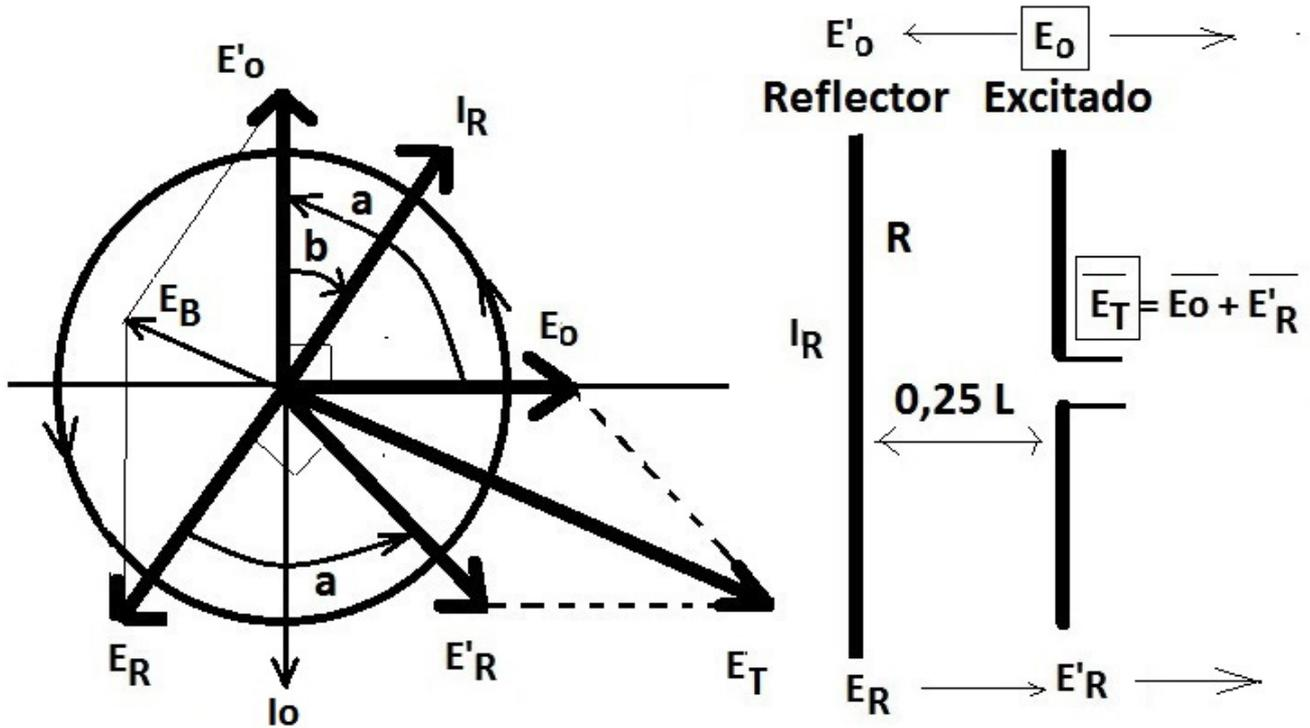

Figura 3: Diagrama de fasores de una Yagi de 2 elementos con reflector
Vamos a suponer que la reactancia del reflector es del mismo orden de magnitud que la resistencia de radiación, por lo que podemos estimar que el retraso de la corriente que circula en el reflector respecto al campo inductor (ángulo  $b$ ) es de unos  $45^\circ$  aproximadamente (Figura 3).
1. En el dipolo excitado (figura 3) se radia un campo eléctrico  $E_o$  que se propaga en ambos sentidos en la dirección perpendicular al dipolo.